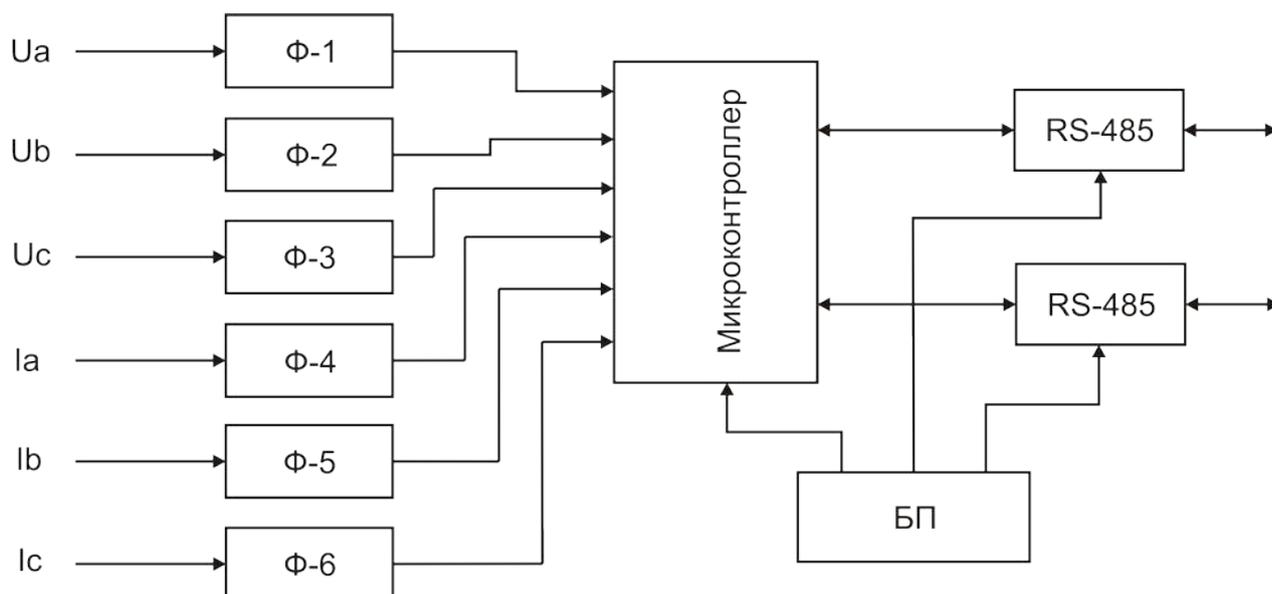

Рисунок 1 Функциональная схема ЕТxxx
1.4.3 Электрическая часть ПИМ (Рисунок 1) состоит из формирователей входных сигналов токов и напряжений ($\Phi-1 - \Phi-6$), электронного вычислительного модуля (микроконтроллера), двух модулей интерфейсов (RS-485) и модуля питания (БП).